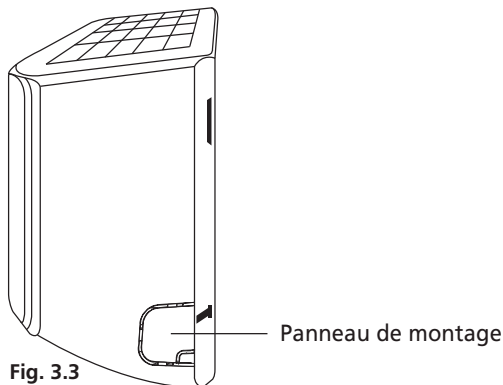

Fig. 3.3
2. Si le trou du mur se trouve derrière l'unité, laissez le panneau amovible en place. Si le trou se trouve au niveau de l'un des côtés de l'unité intérieure, retirez le panneau amovible de plastique de ce côté de l'unité. (Voir **Fig. 3.3**). De cette manière, une fente par laquelle votre tuyauterie pourra sortir de l'unité apparaîtra. Utilisez une pince à bec effilé si le panneau de plastique est trop difficile à retirer à la main.